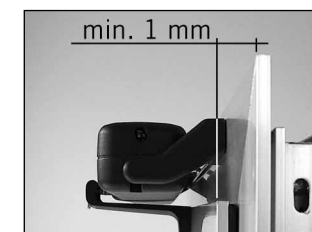

Abb. 1
- En ventanas abatibles el resalte entre hoja y marco debe ser al menos de 1 mm. (fig. 1) para permitir un cierre seguro de la ventana.